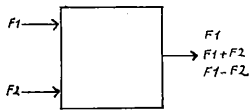

Fig. 12.2.5. — Le modulateur équilibré.
12.2.5. — LE MODULATEUR ÉQUILIBRÉ (fig. 12.2.5)